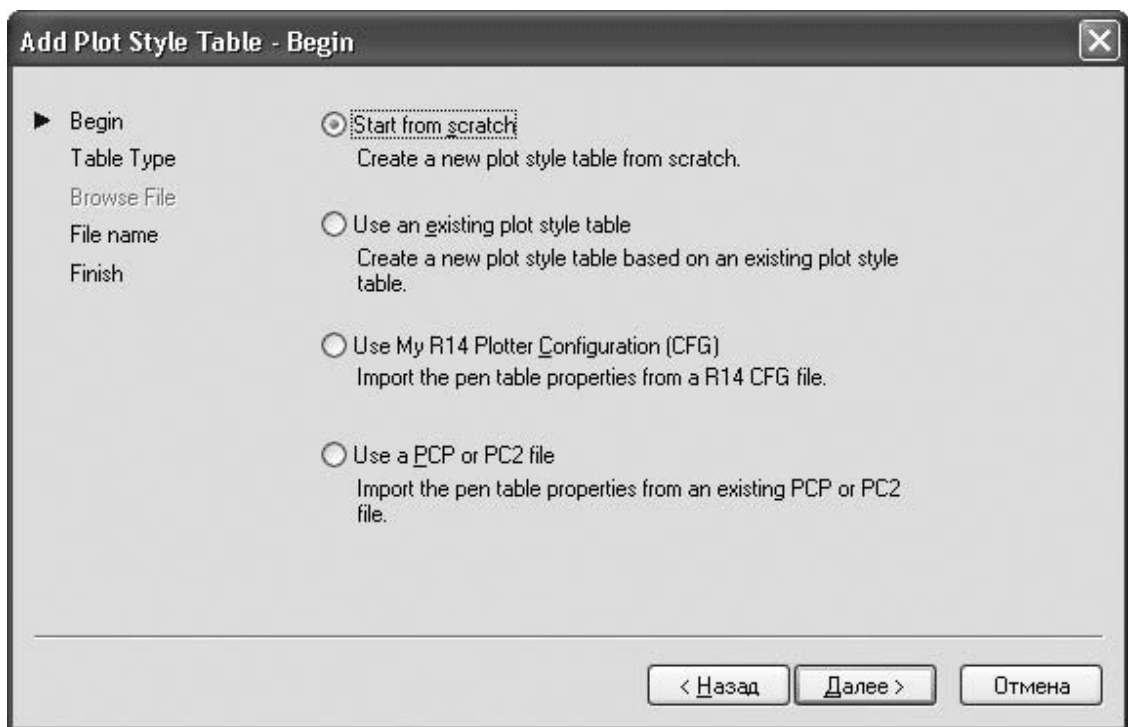

Рис. 8.18. Первое окно мастера добавления таблицы стилей печати
1. Из первого окна мастера можно почерпнуть информацию о его назначении и о таблицах стилей печати в целом. Щелкните на кнопке **Далее**, чтобы начать работу. Откроется окно, в котором необходимо выбрать способ создания новой таблицы (рис. 8.18).